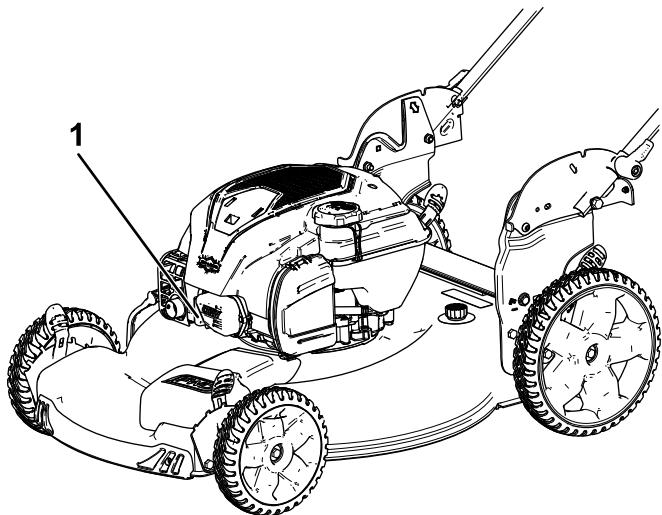

Figura 24
- Desconecte el cable de la bujía (Figura 24).